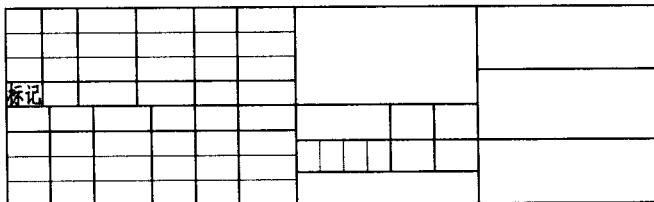

图 1-25 输入单行文字
(10) 关闭状态栏中的“对象捕捉”模式，将“文字”层设置为当前层。单击“文字”工具栏的“单行文字”按钮 A ，在标题栏中输入文字“标记”，如图 1-25 所示。